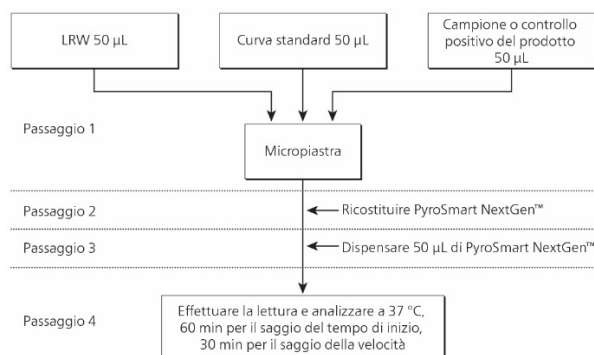

Figura 2 - Preparazione della micropiasta
4. Preparare la micropiasta come mostrato nella figura 2. L'impostazione della micropiasta è descritta qui di seguito in maniera dettagliata.